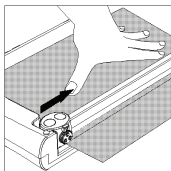

Fig. 2
5. Pour couper, appuyez sur la tête de coupe et tirez-la le long du rail de guidage pour la faire glisser jusqu'à l'autre extrémité, voir fig. 2.